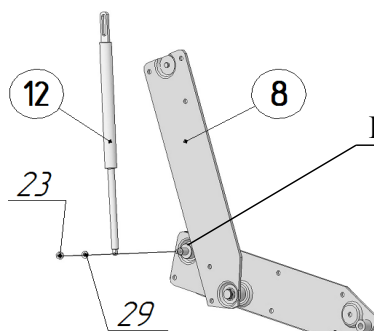

Рис.5.1
5. **НАНЕСТИ НА ОСИ МЕХАНИЗМОВ ПОДЪЁМА ПОЗ.7 И 8 СМАЗКУ** поз.34 в соответствии с рис.5.1 и 5.2. Присоединить газлифты поз. 12 к механизмам поз.7 штоком (тонким стержнем) вниз в соответствии с рисунками 5.1 и 5.2, используя гайки М6 со стопорным кольцом поз.23. Под гайки установить шайбы Ø6х18 стальные поз.29 (см.рис.5.1, 5.2).